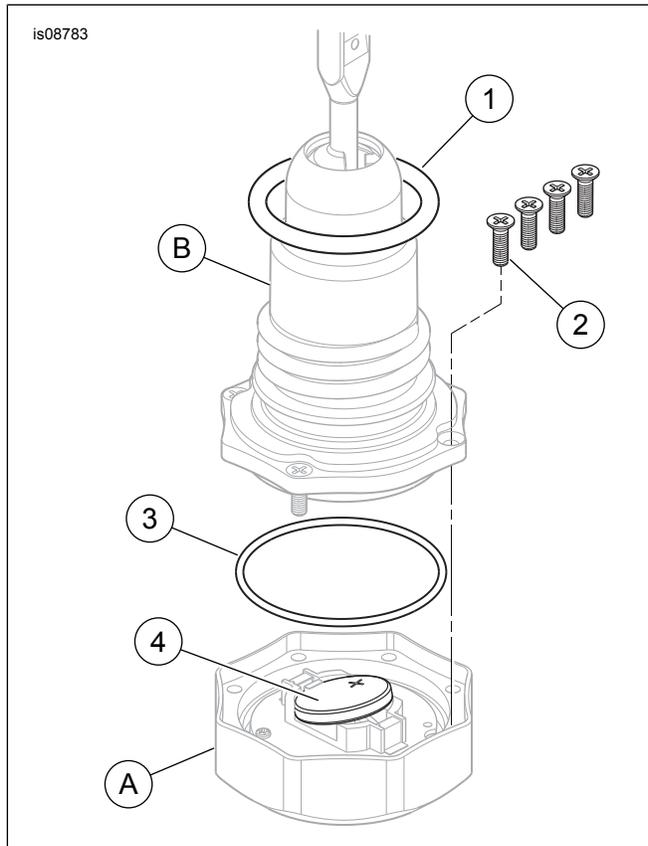

Abbildung 3. Messstab-Wartungssatz
Siehe Abbildung 3 >. Beim Trennen des oberen Anzeigegerätes (A) und der unteren Messstabbaugruppe (B) vorsichtig vorgehen.
1. Die vier kleinen Kreuzschlitzschrauben (2) an der Unterseite des Anzeigegerätes entfernen.
- Für bestimmte Modelle ist ein Messstab-Wartungssatz (Teile-Nr. 91800066) erforderlich, der bei einem Harley-Davidson Händler erhältlich ist. Dieser Satz enthält O-Ringe, Schrauben und eine CR 2032-Ersatzbatterie (siehe Abbildung 3 und Tabelle 1).
Siehe Abbildung 3 >. Die Komponenten des oberen Anzeigegerätes (A) und des unteren Messstabs (B) vor der Zerlegung markieren, damit sie in der gleichen Ausrichtung zusammengesetzt werden können. Beim Trennen der beiden Komponenten vorsichtig vorgehen.
3. Auf die Ausrichtung der Batterie achten. Vorsichtig eine Pinzette oder einen kleinen Schraubenzieher unter die Batterie (4) einführen. Die Batterie vorsichtig heraushebeln und entsorgen. Die neue Batterie wie abgebildet einsetzen. Die Batterie nach unten drücken, bis sie fest sitzt.